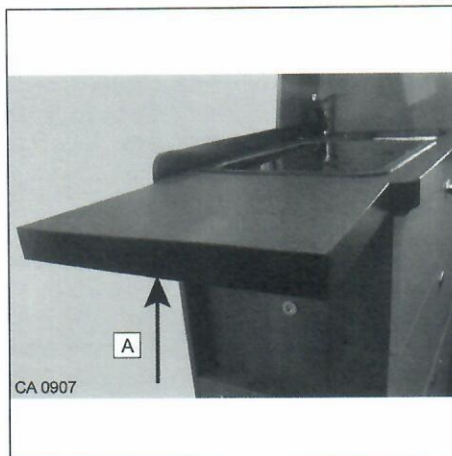

Abb. 37 Verlängerung Arbeitsplatte
- Hebeleiste (Abb. 37, Pos. A) drücken. Verlängerung nach unten schwenken.